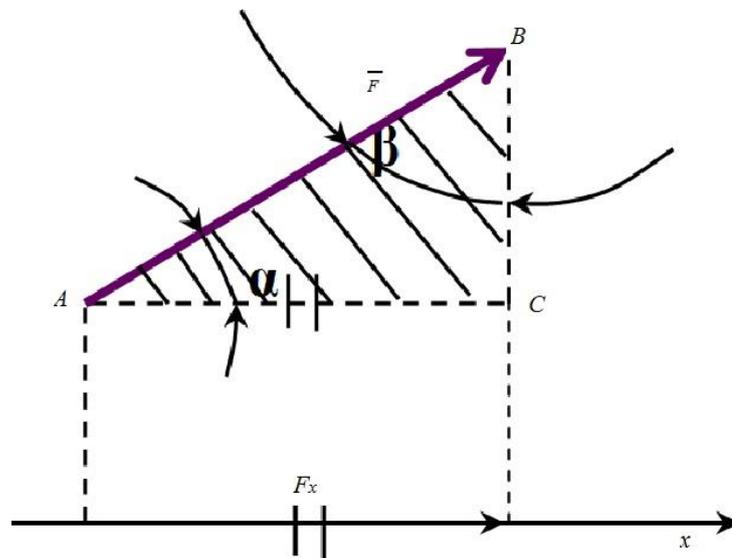

Рисунок 2.12 – Сила  $F$  под углом к оси  $x$
3. Сила расположена под углом к оси. В этом случае проекция силы определяется из прямоугольного треугольника  $ABC$  (рис. 2.12): а) если задан угол  $\beta$ , то проекция является противолежащим катетом и величина проекции равна произведению модуля силы  $\bar{F}$  (гипотенузы) на синус угла  $\beta$ :  $F_x = F \cdot \sin\beta$ ; б) если задан угол  $\alpha$ , то проекция является принадлежащим к углу катетом и ее величина определяется произведением модуля силы  $\bar{F}$  (гипотенузы) на косинус угла  $\alpha$ :  $F_x = F \cdot \cos\alpha$ .